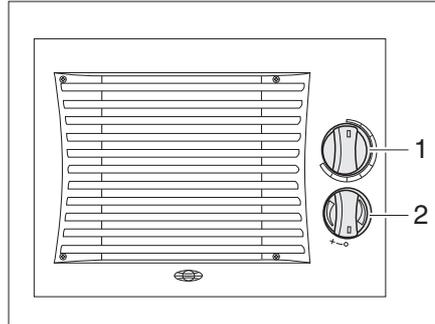

Fig. 216 Elementos de mando termocambiator adicional
- Girar el regulador giratorio (Fig. 216,1) del regulador volumétrico de paso a la posición deseada. El circuito de agua está abierto.
- Girar el conmutador del ventilador (Fig. 216,2) del ventilador de circulación de aire en sentido de las agujas del reloj.
- Girar el conmutador del ventilador (Fig. 216,2) a "0".
- Girar el regulador giratorio (Fig. 216,1) del regulador volumétrico de paso completamente hacia atrás.